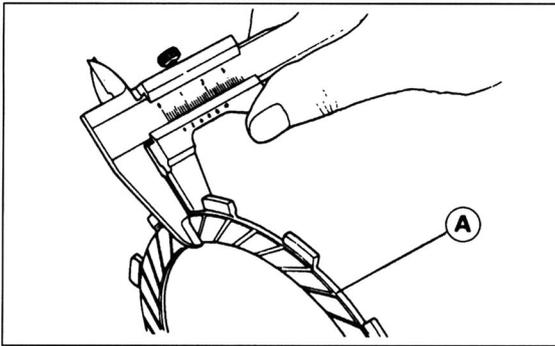

Bild 161
- $\sqrt{\quad}$ Dicke der Kupplungsreibrscheiben messen (Bild 161). Sollwert 2,9 – 3,1 mm; Verschleissgrenze 2,75 mm.